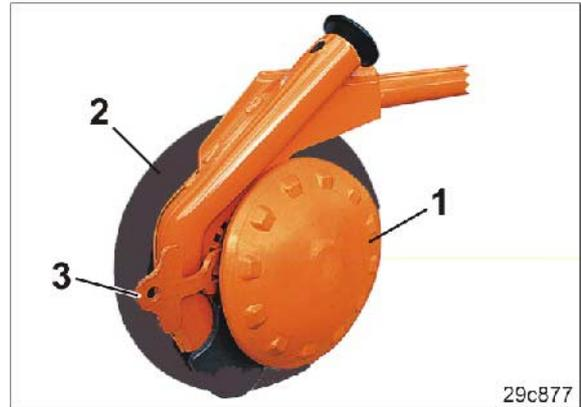

Fig. 60
El disco flexible de guía de profundidad (Fig. 60/1)
- limpia la parte trasera del disco de acero (Fig. 60/2).
Mediante el accionamiento del manillar (Fig. 60/3) se ajusta el disco de guía de profundidad o se desmonta sin herramientas.
Si la velocidad de marcha es elevada, el disco de acero inclinado solo 7° respecto al sentido de marcha (Fig. 60/2) mueve poca tierra.